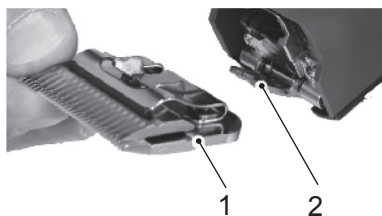

Fig. 8
6. Sätt klipphuvudet på svängarmen och vik den över den påslagna klippern med lätt tryck (fig. 8, 9, 10).